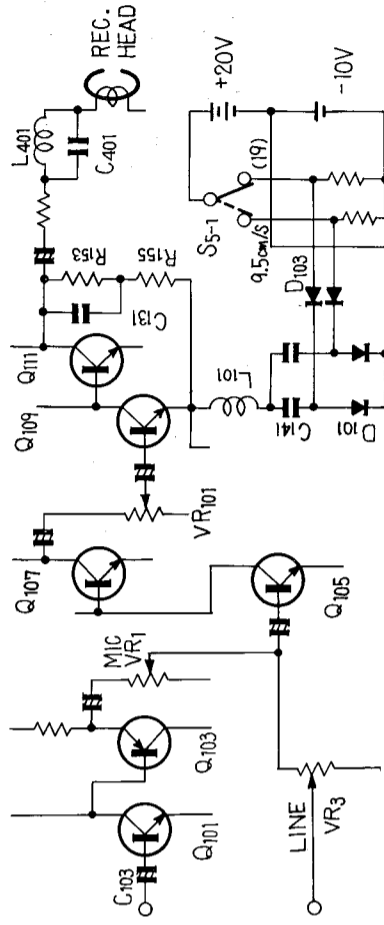

Fig. 2
3.2 RECORDING CIRCUIT (Fig. 2)